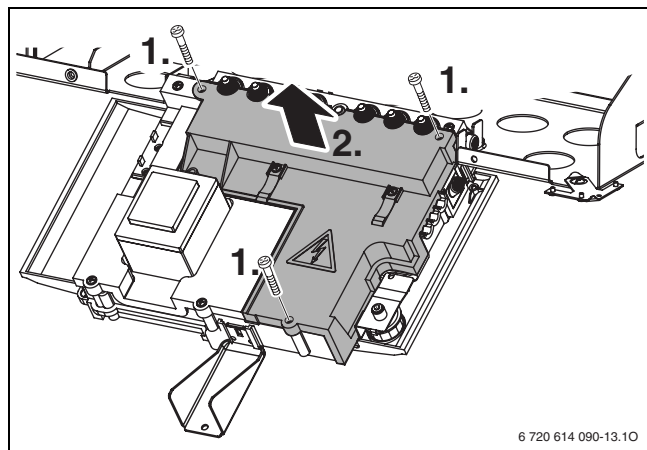

Fig. 21
I fusibili di ricambio si trovano sul retro della copertura del quadro comandi (→ fig. 21).
- Svitare le viti di fissaggio ed estrarre la copertura posteriore (→ fig. 21).